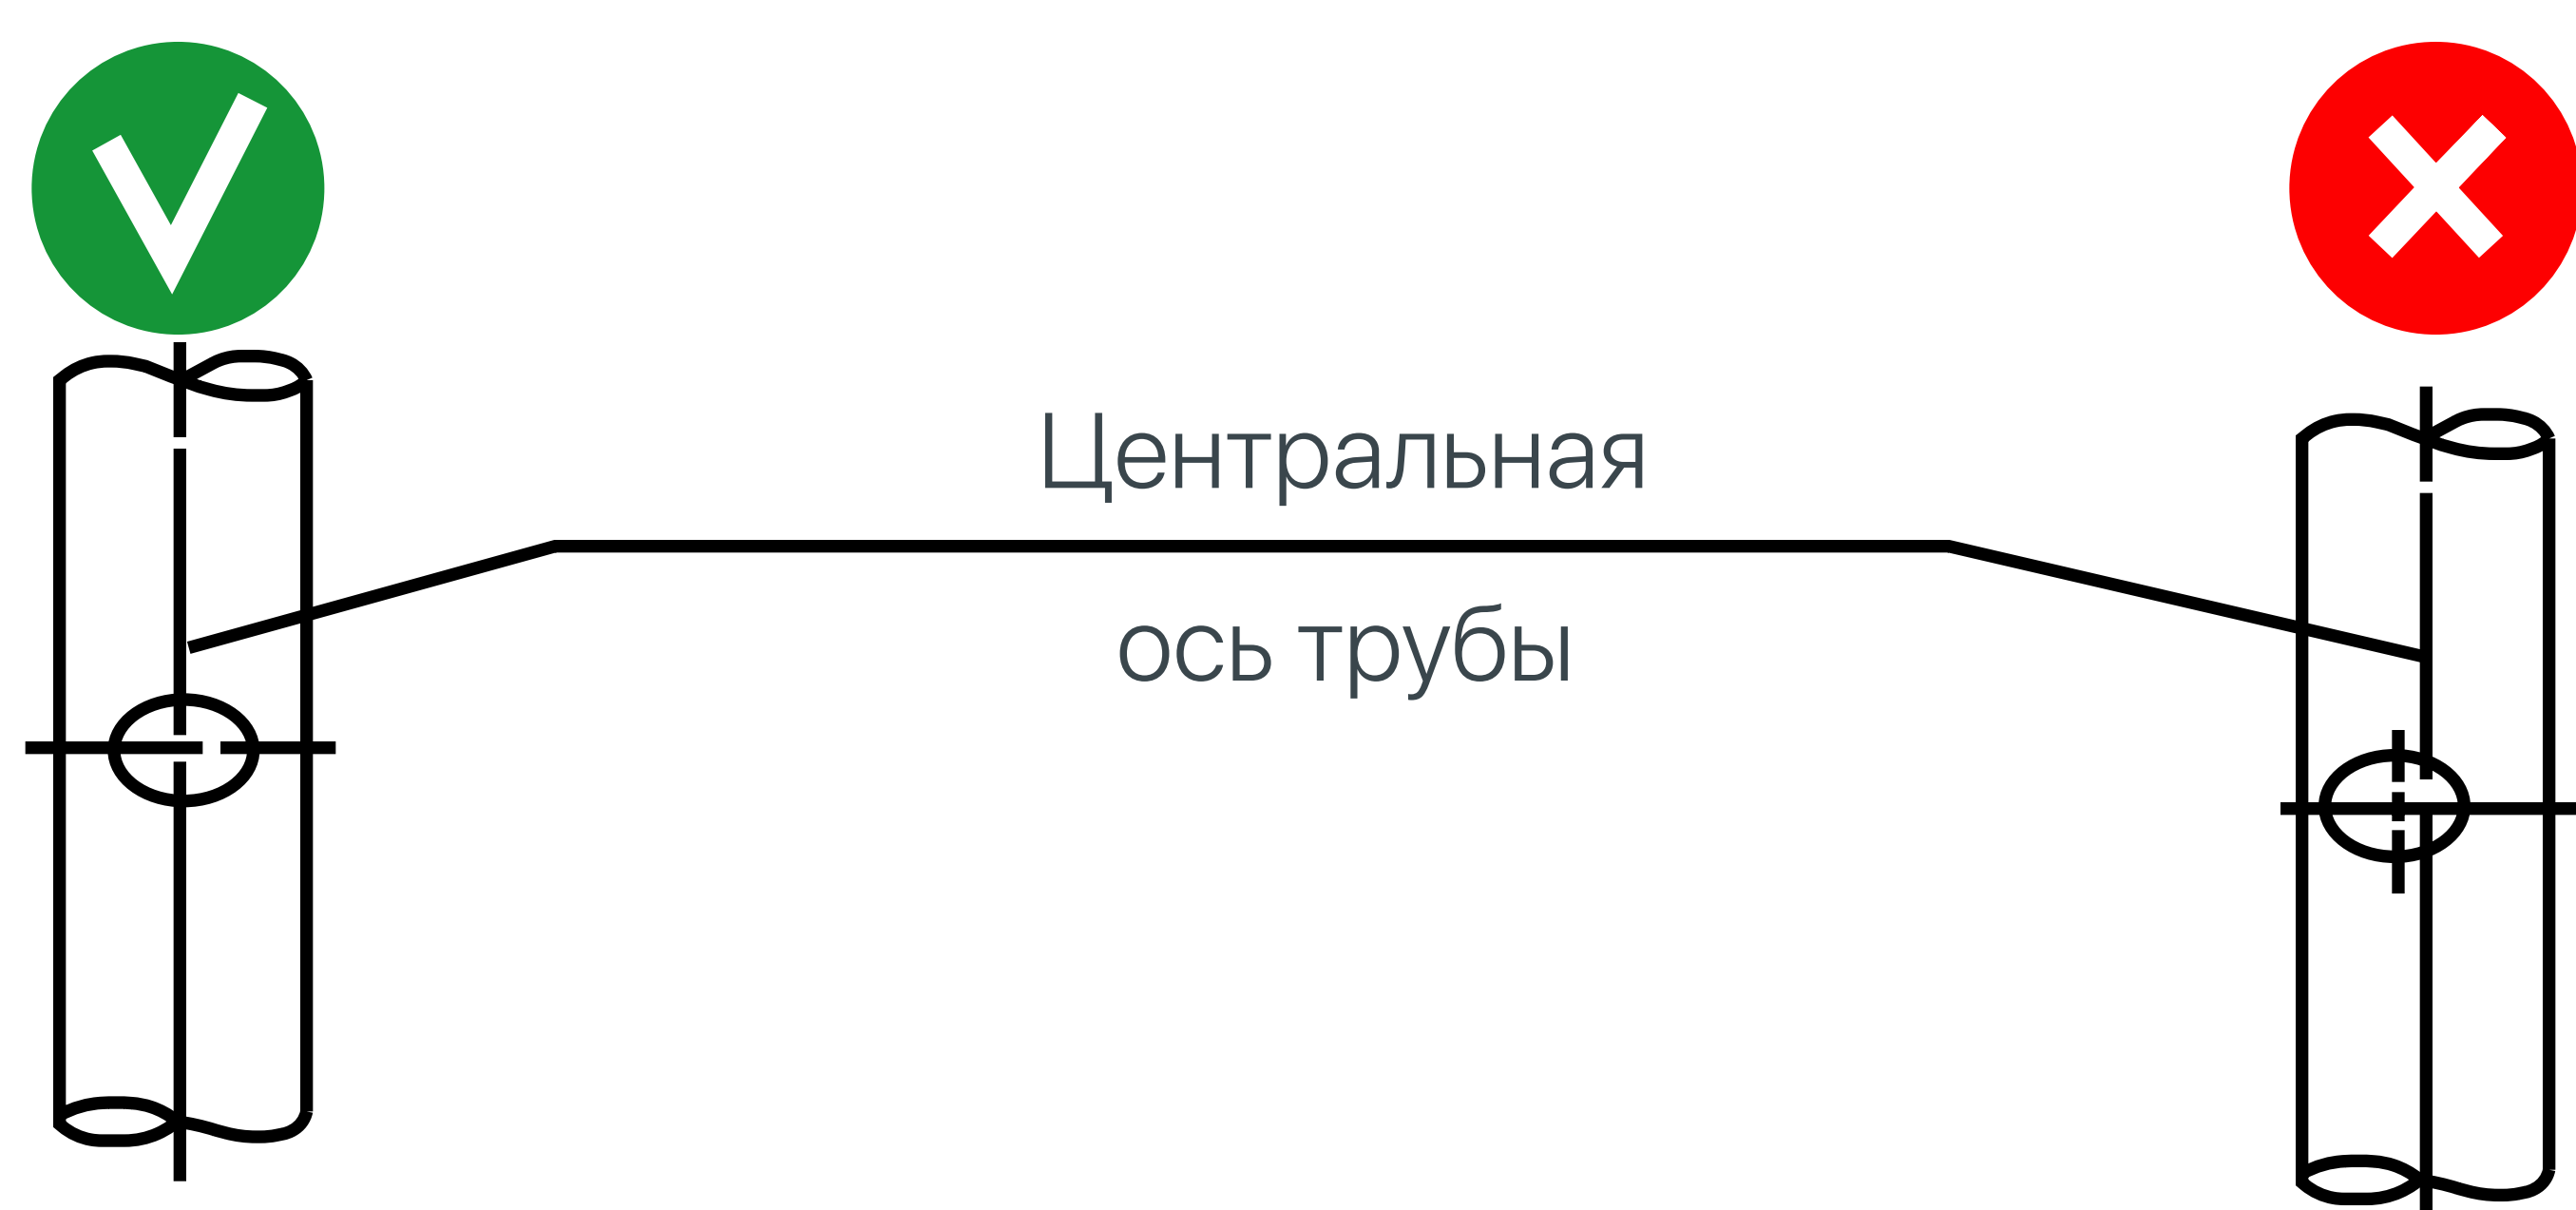

Рисунок 3
- 4.1.8 Расположение монтажного отверстия для установки СПЖ должно производиться строго по центральной оси трубы без каких-либо смещений (смотри рисунок 3). Наличие несоосности в монтажных отверстиях при установке СПЖ грозит заклиниванием лопасти и преждевременным выходом его из строя.